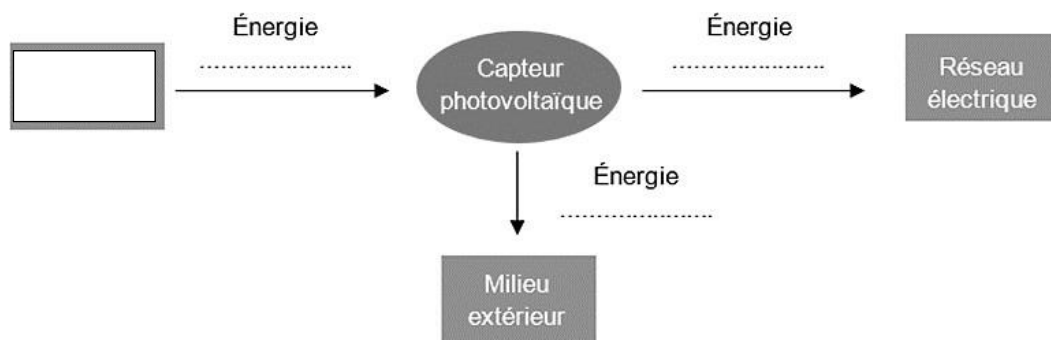

Figure 2 – Chaîne énergétique lors du fonctionnement du capteur photovoltaïque
- 2- Recopier et compléter le diagramme de la figure 2.